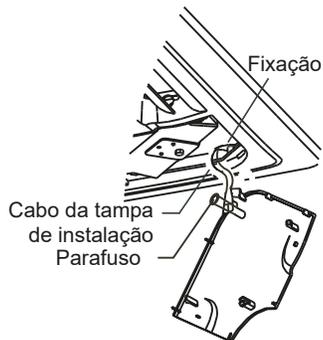

Fig. 4-20
- 1) Prenda o cabo da tampa de instalação no parafuso da tampa de instalação. (Consulte a Fig.4-20)